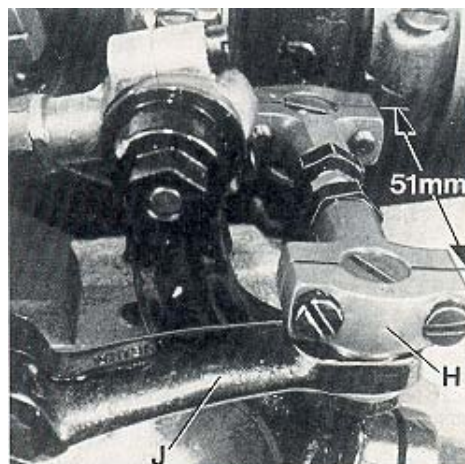

Fig.13
The distance (set at the factory) from center to center of the two ball joints driving the cross looper should be 51 mm (2") (see Fig. 13).
Basically the front ball joint (H, Fig. 13) should be positioned as far as it will go to the left in the fastening slot of the cross looper drive lever (J).
La distancia (de fábrica) del centro de las dos articulaciones esféricas que manejan el looper cruzado debe ser de 51 mm (Ver Fig. 13).
La articulación esférica frontal (H, Fig. 13) debe quedar lo más lejos posible a la izquierda de la ranura de seguridad de la palanca del looper cruzado (J).
If required the length of the path of the cross looper swing motion can be reduced by positioning ball joint (H, Fig. 13) to the right in the fastening slot of the cross looper drive lever (J).
Después de aflojar los dos tornillos (E, Fig. 15) la distancia de 0,3 mm de la aguja izquierda es ajustable. Apriete los tornillos en la parte plana del tronco del looper cruzado. Después de aflojar el tornillo de sujeción (G, Fig. 14) la palanca (F) del looper cruzado se puede subir o bajar como sea necesario para ajustar la altura del looper cruzado (D) con respecto al looper cruzado para doble puntada de seguridad (A) y puede ser movido a la derecha o izquierda para ajustar el movimiento del looper cruzado con respecto a la aguja izquierda. Apriete el tornillo de sujeción. De ser requerido, se puede reducir el largo del movimiento del looper cruzado colocando la conexión esférica (H, Fig. 13) a la derecha de la ranura de seguridad de la palanca del looper cruzado (J). Asegúrese cuando realice estos ajustes que el looper cruzado no interfiere con la parte de la plancha de aguja o alguna parte de la máquina.